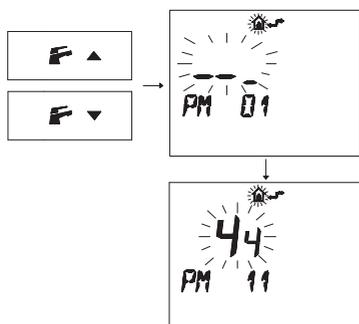

Figura 5.90
• Premere i pulsanti \mathbb{P} or \mathbb{P} per visualizzare la programmazione "PM11" della postcircolazione pompa (Figura 5.90).